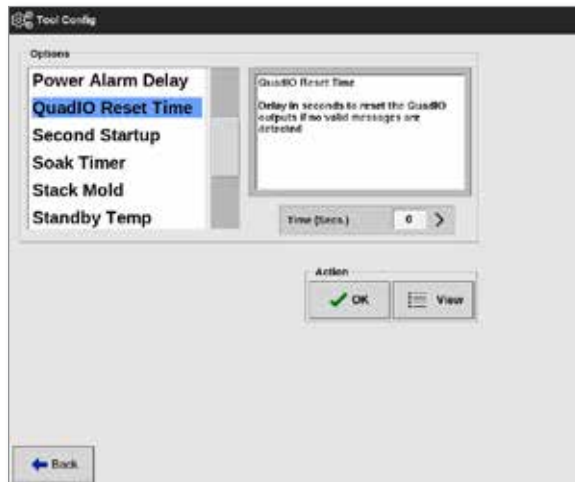

Figure 13-2 Rücksetzungs-Timer der Quad-E/A-Karte auswählen
- Wählen Sie **[Quad IO Reset Timer]** (Quad-E/A-Rücksetzungs-Timer) aus der Liste **[Options]** (Optionen) aus. Siehe Figure 13-2.